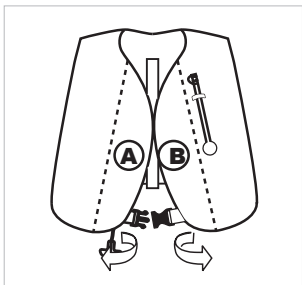

FIGURE 10 REPLIEZ LES CÔTÉS
1. Pliez les côtés (A) et (B) vers l'extérieur en suivant les lignes pointillées. Fixez les bandes Velcro (Fig. 10).